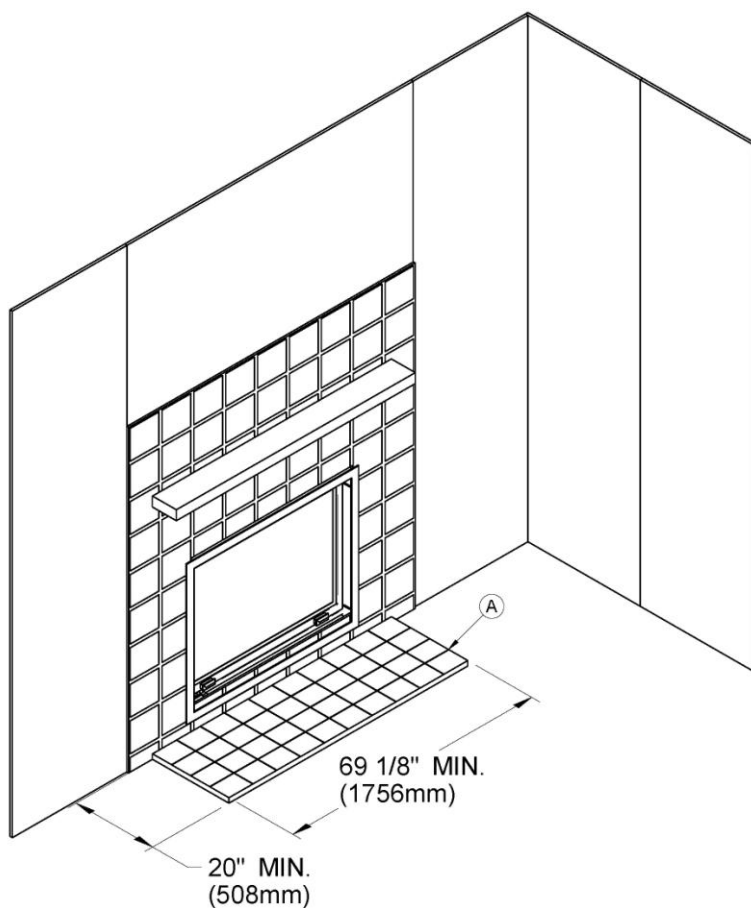
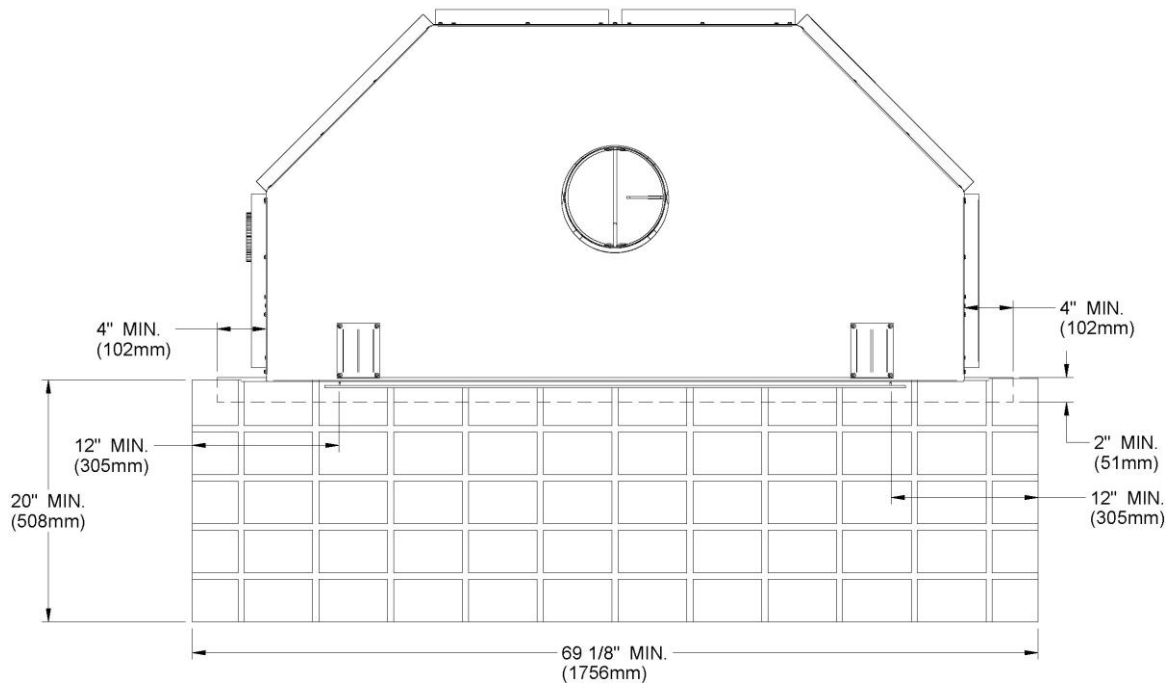

Figure 4
Figure 5
La zone d'extension de l'âtre (voir (A), **Figure 4**) doit mesurer au moins 20" (50 cm) en avant et au moins 12" (30 cm) de chaque côté de l'ouverture de la porte du foyer (voir **Figures 5 et 6**). Le joint entre l'extension de l'âtre et le foyer doit être protégé par un matériel non combustible, par exemple, une plaque de métal ou du coulis de ciment tel qu'illustrée à la **Figure 6**.
AVERTISSEMENT : L'EXTENSION DE L'ÂTRE DOIT ÊTRE INSTALLÉE TELLE QU'ILLUSTRÉE (voir Figures 5 et 6.)